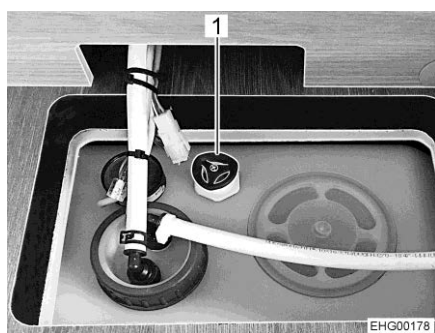

Bild 142 Vattentank med ratt
- Vrid ratten (Bild 142,1) på vattentanken medurs till stoppläget.
- Vrid ratten (Bild 142,1) på vattentanken moturs till motståndet. Vattnet rinner ut till en återstående mängd på 20 l.